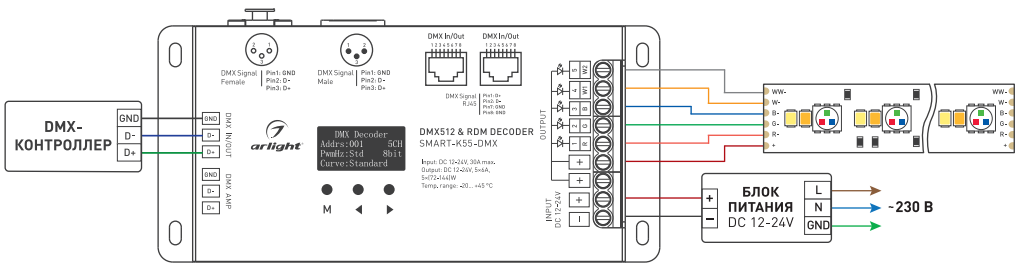

Рисунок 1. Подключение декодера SMART-K55-DMX
- 3.2. Подключите контроллер согласно схеме (рисунок 1).